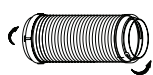

Fig.16
1. Instalati adaptorul B pe furtun (fig 16 sau 17). Consultati paginile anterioare pentru instalarea kitului de fereastră.